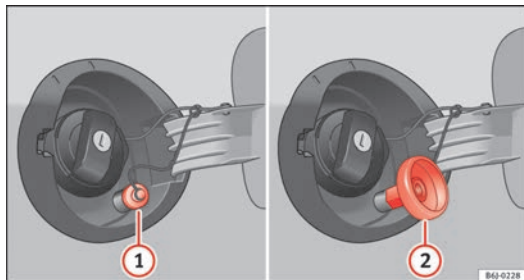

Fig. 131 Tampa do depósito aberta com bocal de enchimento de GPL e adaptador.
- Desaperte a tampa do bocal de enchimento de gás ⇒ Fig. 131 ①.
- Aperte o adaptador necessário ⇒ Fig. 131 ② ao bocal de enchimento de gás ①.
- Desenrosque o adaptador ⇒ Fig. 131 ②.
- Aperte a tampa no bocal de enchimento de gás ⇒ Fig. 131 ①.